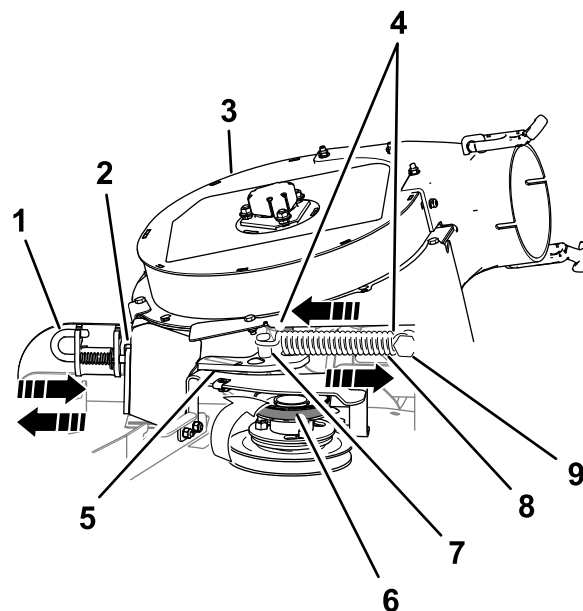

Figura 9
1. Afaste a polia intermédia da mola do polo de mola fixo e remova a correia da polia intermédia (Figura 9).
- Mova o suporte da articulação intermédia para o polo de mola fixo e remova o gancho da mola do polo de mola intermédio (Figura 9).
- Mova o pino do trinco do soprador para a posição aberta e oscile o soprador para fora (Figura 9).
3. Abra o pino do trinco do soprador, feche o soprador para a plataforma e prenda o pino do trinco para o suporte da calha (**Figura 9**).
6. Mova a polia intermédia/de tensão para o polo da mola fixo e instale a mola alinhando o gancho da mola no polo de mola intermédio (**Figura 9**).